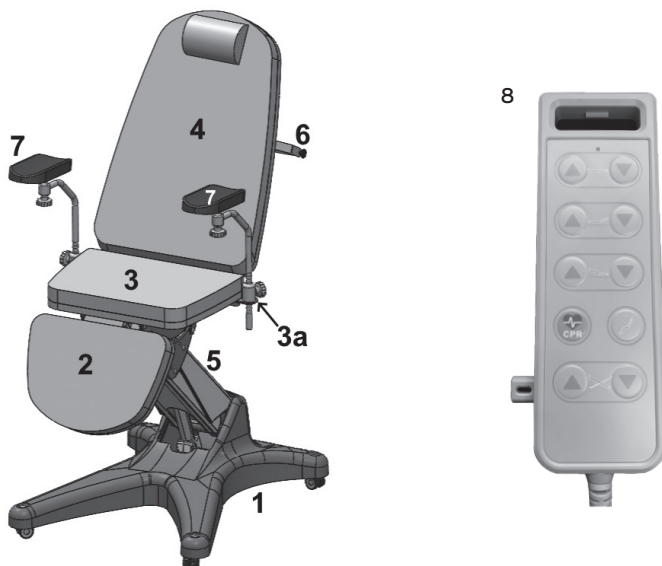

Fig.3
- Per il modello PM140: inserire i poggiatesta (rif.7 in fig.3) nell'apposita boccola di supporto (rif.3a) andando a regolare l'altezza tramite l'apposito volantino